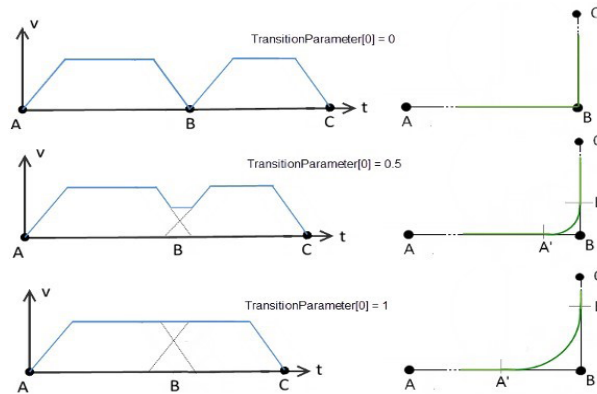

图1.1 拐角过渡模式
1) 基于速度参数的拐角模式，拐角路径由图1.1中的“A”点和“B”点组成。